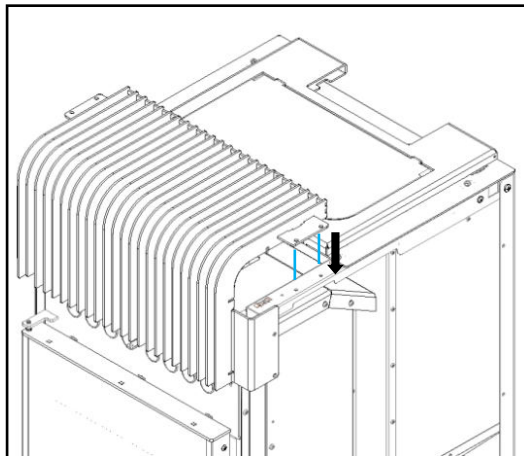

Figura 85 – Encaixe da grelha frontal
b) Encaixar a grelha frontal, fazendo coincidir os furos da grelha com os furos do equipamento (Figura 85).